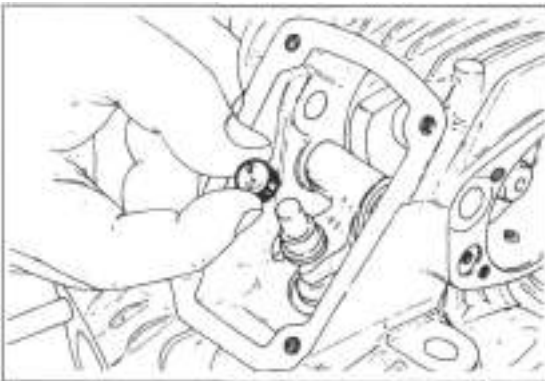

Bild 25
- Kipphebel zur Seite schieben und Einstellkäppchen entnehmen (Bild 25).